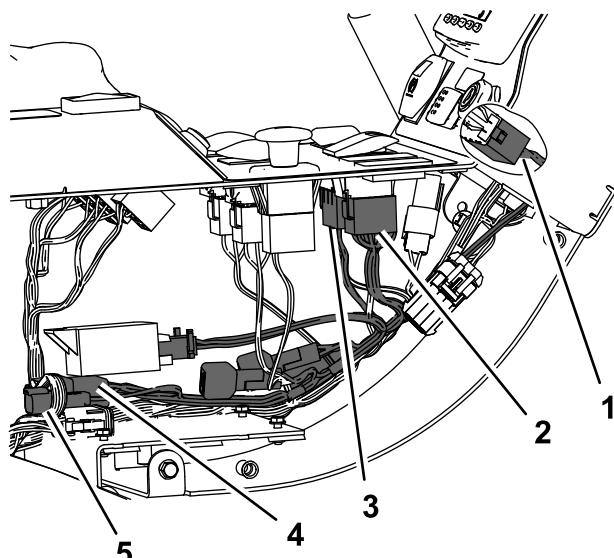

Figure 5
- Branchez le nouveau faisceau de câblage sur l'interrupteur des feux de détresse, le commutateur des clignotants et l'interrupteur de frein auxiliaire (Figure 5).
- Branchez le faisceau de câblage au faisceau de câblage principal de la machine dans la console (Figure 5).